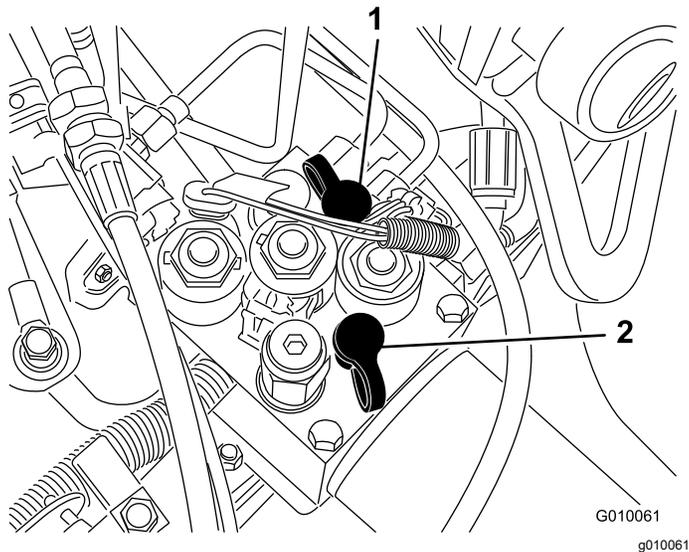

Bild 65
- Der Prüfanschluss G 2 (Bild 65) dient zur Unterstützung bei der Fehlersuche im Antriebsladestromkreis.
- Der Prüfanschluss G 1 (Bild 65) wird zur Fehlersuche im Hubkreis verwendet.